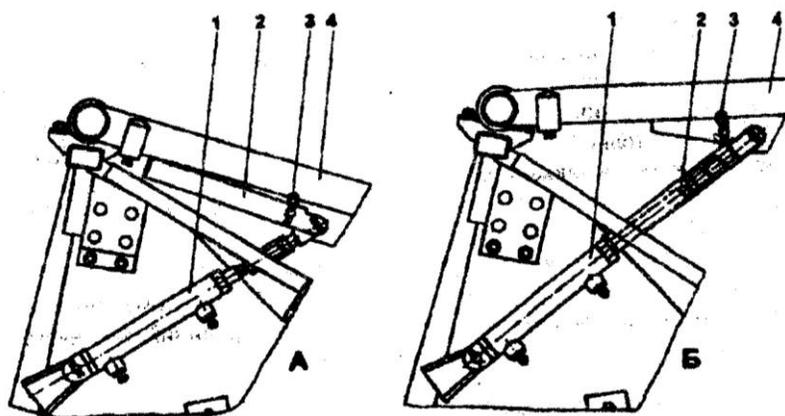

Рис.4. Упоры гидроцилиндра подъема мотовила:
3) при регулировке или ремонте жатки с поднятым мотовилом предохранительные упоры 2 (рис. 4) должны быть опущены и опираться на корпус гидроцилиндра (положение "Б"). При работе жатки упор должен быть зафиксирован в поднятом положении с помощью оси 3 (положение "А").